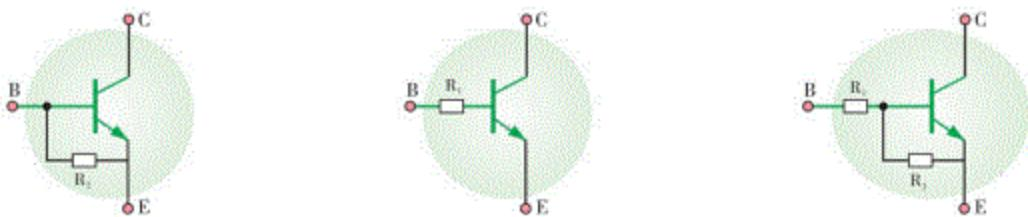
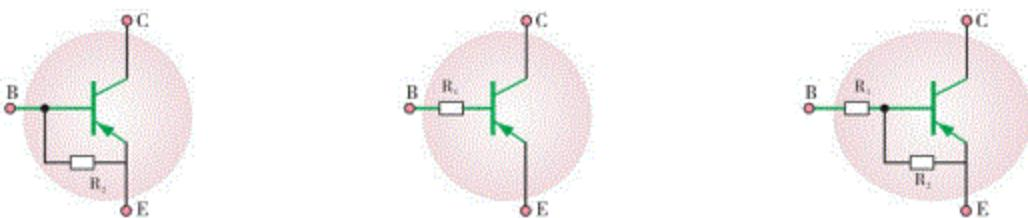

图9.71 几个NPN型带阻三极管内部电路结构图
图9.72 几个PNP型带阻三极管内部电路结构图
**带阻三极管**也是集成了其他元件的三极管。与带阻尼三极管不同的是，除三极管外，带阻三极管内仅集成一个或两个电阻。图9.71和图9.72所示就是一些常见的带阻三极管的内部电路结构图。